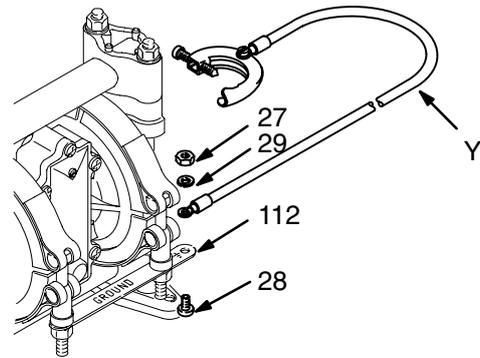

Abb. 1
- *Pumpe:* Befestigen Sie ein Erdungskabel (Y) am Erdungsstreifen (112) mit der Schraube (28), den Sicherungsscheiben (29) und der Mutter (27) wie in Abb. 1 gezeigt. Das Klemmenende des Erdungsdrahtes mit einem guten Massepunkt verbinden. Bestellen Sie die Teile-Nr. 819.0157 Erdungskabel und Klemme.